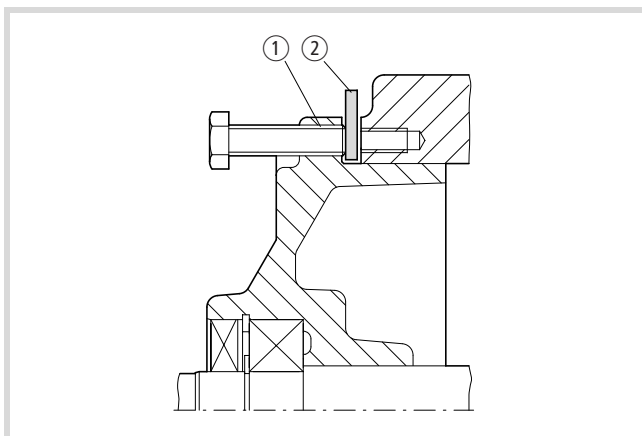

Figure 7 : Extraction du flasque monté sur le centrage de la carcasse
Pour protéger les taraudages de la carcasse, insérez une plaque de tôle (→ légende ② de la fig. 7) sous les vis vérins dès que le flasque s'est séparé de la carcasse. Sur les hauteurs d'axe 80 à 225, les deux roulements AV (1.10) et AR (2.09) sont endommagés par cette opération et doivent être remplacés par de nouveaux.
- ▶ A l'aide des trous de passage des vis vérins ① situés dans les ergots du flasque (taraudage généralement une taille au-dessus du taraudage de fixation), sortez le flasque avec le rotor du centrage de la carcasse (→ fig. 7).
- ▶ A l'aide des trous de passage des vis vérins situés dans les ergots du flasque, sortez le flasque AR (2.02) du centrage de la carcasse (→ fig. 7).